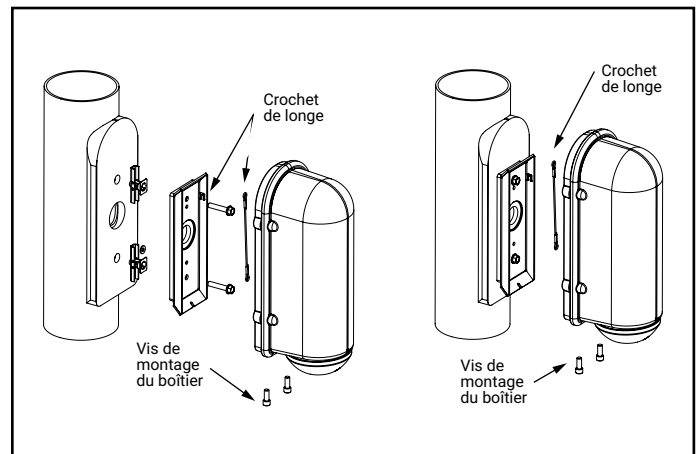

Figure 4
**Remarque:** Une longueur de 91,44 cm (3 pi) de fils est fournie à l'extérieur du boîtier (Figure 4)
**Remarque:** Ne pincez pas le câble de la longe lors de l'installation du boîtier. Une fois le boîtier en position, serrez-le à l'aide de (2) vis de réglage. Serrez jusqu'à ce que la vis soit complètement enfoncée.